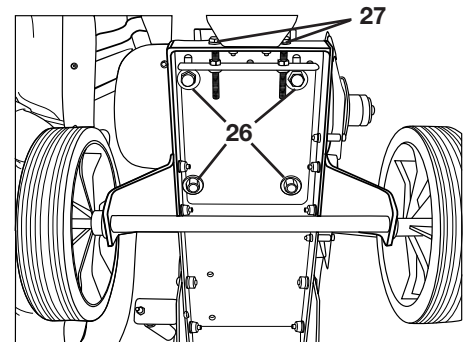

Bild 24
Zum Abnehmen oder zum Spannen des Keilriemens müssen zuerst die vier Befestigungsschrauben (26) (SW 13 bzw. SW 17) vom Motorfuß gelöst (nicht herausgedreht) werden (siehe „Bild 24 und 25“).
Wollen Sie den Keilriemen spannen, müssen Sie nun die Spannschrauben (27) (SW 17), die auf der Motorgrundplatte angebracht sind, gegen den Motorfuß drehen (siehe „Bild 24 und 25“). Dazu muss die Kontermutter (SW 17) gelöst werden.